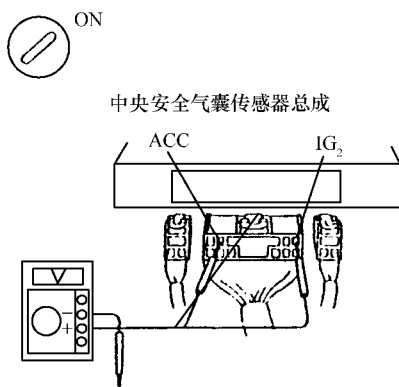

图 5-12 中央安全气囊传感器总成
(1)准备。将点火开关置 LOCK 位 ,拆下中央安全气囊传感器总成接头 ,再将点火开关置 ON ,但不启动车 ,如图 5-12 所示 ,测中央安全气囊传感器总成接头线束侧 IG2 与 ACC 处电压 ,并开动用电器(除雾装置 ,雨刮器 ,大灯 ,加热风机等) ,电压应为 6V ~ 11.5V。关掉用电器 ,点火开关置于 LOCK 拆下电压表 ,并接好中央安全气囊传感器总成接头。